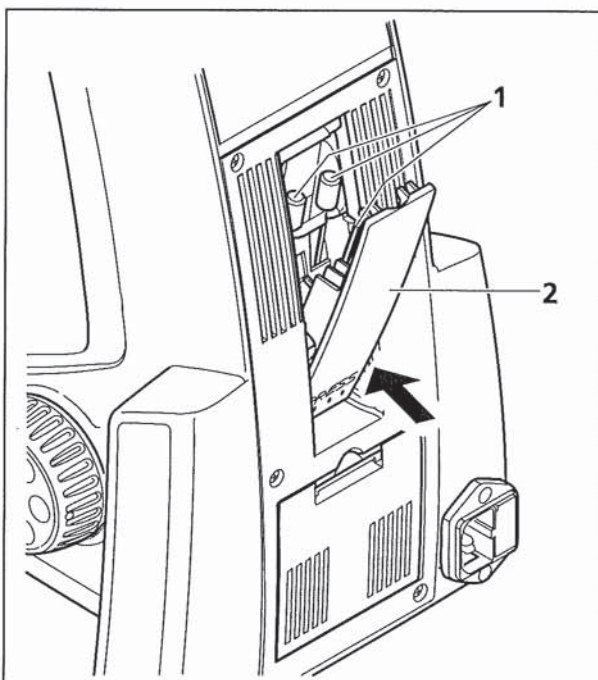

Bild 3-2 Werkzeug in Aufbewahrungsfach deponieren
- Das für den Aufbau und die Justierung des Mikroskops benötigte Werkzeug (Bild 3-2/1) befindet sich im Aufbewahrungsfach (Bild 3-2/2) an der Stativrückseite. Durch Drücken auf die Unterseite der Abdeckklappe in Höhe der Markierung PRESS wird dieses geöffnet.